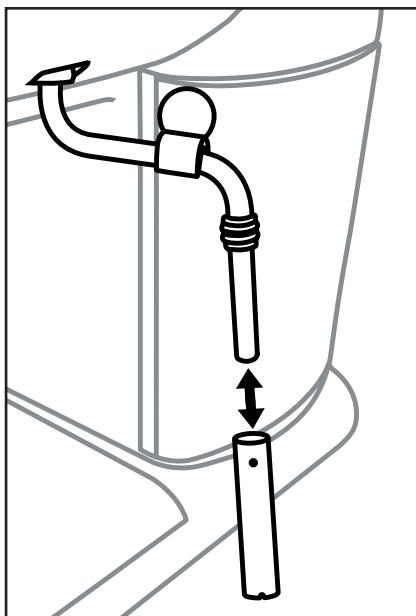

Bild 1
- 5) Dra av mjölkskummarens **10** hölje (bild 1) och rengör det noga i varmt vatten.
- 7) Sätt tillbaka höljet på munstycket igen (bild 1).